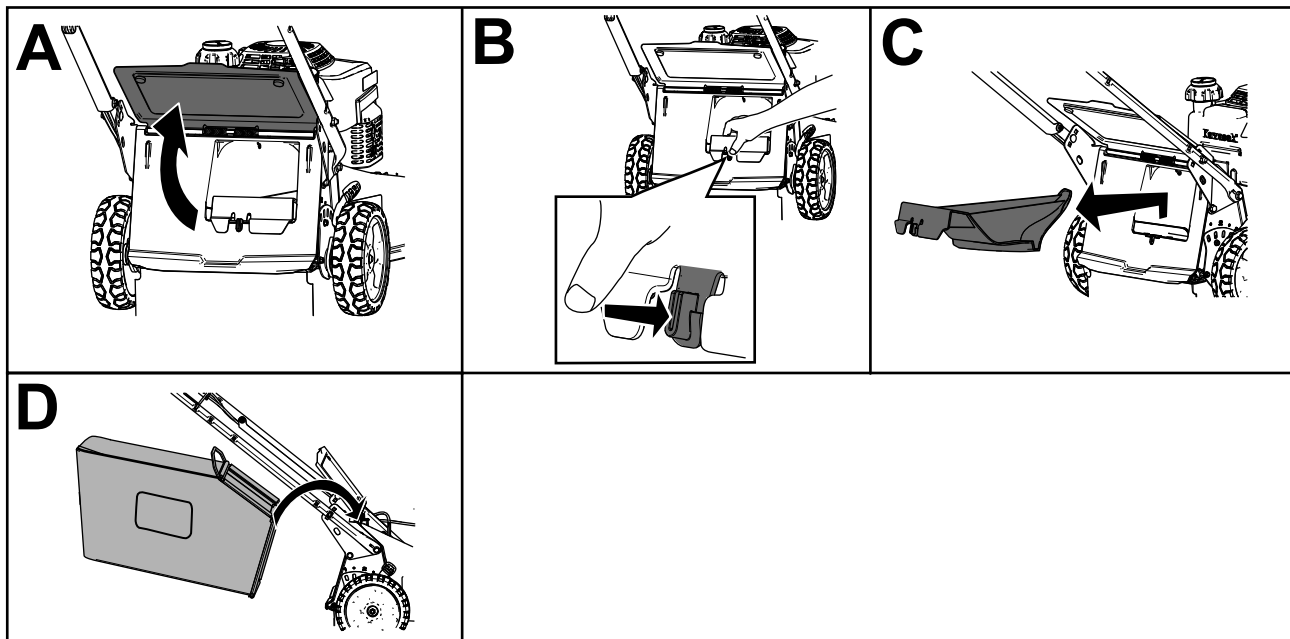

Figura 21
2. Levante y sujete el deflector trasero (Figura 21, A).
3. Retire el tapón de descarga trasera presionando el enganche hacia dentro con el dedo pulgar y extrayendo el tapón de la máquina (Figura 21, B y C).
4. Inserte los extremos de la varilla de la bolsa en las muescas de la base del manillar, y mueva la bolsa hacia adelante y hacia atrás para verificar que los extremos de la varilla están asentados en el fondo de cada muesca (Figura 21, D).